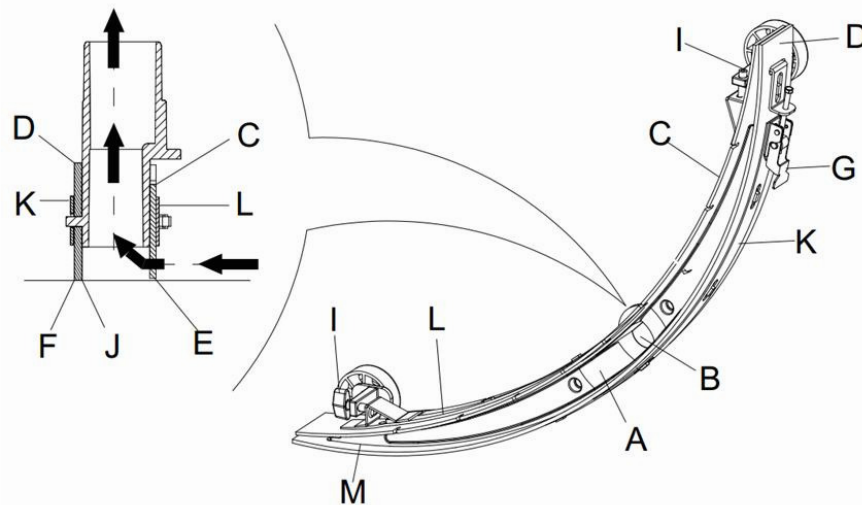
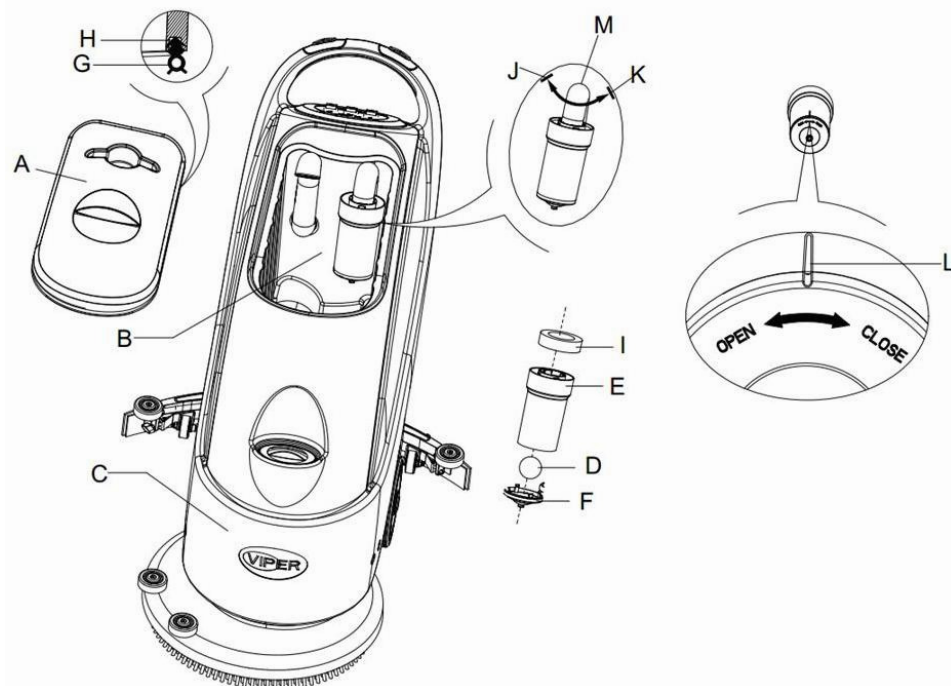

Figura 15
Figura 16
2. Premere l'interruttore (41) in posizione "O" per spegnere l'apparecchio.
3. Svitare il pomo di fissaggio (16) del tergipavimento; staccare il connettore che collega il tubo di drenaggio del tergipavimento, e staccare il tergipavimento.
4. Usare la manopola di sollevamento del tergipavimento (14) per sollevare il telaio di supporto del tergipavimento.
5. Pulire il tergipavimento (**Figura 15**). Pulire in particolare la scanalatura (**A, Figura 15**) e rimuovere sporcizia e frammenti dal tubo di aspirazione. Verificare che la lama frontale del tergipavimento (**C**) e la lama posteriore del tergipavimento (**D**) siano intatte, e se ci sono bordi incrinati o fessure. Cambiarli se necessario (fare riferimento ai passi nella sezione successiva).
1. Seguire le modalità riportate nella sezione precedente per pulire il tergipavimento (**Figura 15**).
2. Verificare il bordo (**E, Figura 15**) della lama frontale del tergipavimento e il bordo (**F**) della lama posteriore del tergipavimento (**D**). Lungo l'intera lunghezza, dovrebbero essere allo stesso livello. Altrimenti, regolarne le altezze attraverso la seguente procedura.
3. Aprire il coperchio del serbatoio di raccolta (A, Figura 15), e togliere il galleggiante (36) dal serbatoio di raccolta.
4. Usare acqua pulita per sciacquare il coperchio del serbatoio di raccolta (A), il serbatoio (B e C), e il telaio di supporto del filtro (E). Per mezzo del tubo di drenaggio (16), far uscire l'acqua dal serbatoio di raccolta.
5. Se necessario, seguendo i simboli "Aperto" e "Chiuso" come indicato nella Figura 16, aprire il serbatoio sul fondo (F) del filtro e pulire il galleggiante (D), il telaio di supporto del filtro (E), e il filtro di spugna (I). Dopo la pulizia, fissare il galleggiante al telaio di supporto del filtro (E), e poi allineare la scanalatura (L) del coperchio del fondo (F) del filtro galleggiante con la scanalatura (L) del telaio di supporto del filtro (E). Avvitare strettamente il coperchio (F) del filtro del galleggiante, e fissare il filtro di spugna (I) al telaio di supporto del filtro (E), e quindi al tubo di aspirazione (M).
- Verificare l'efficacia della guarnizione di chiusura (G) del serbatoio di raccolta.
Se necessario, la guarnizione di chiusura del serbatoio di raccolta (G) può essere estratta dalla scanalatura (H) e sostituita. Nell'assemblare un nuovo serbatoio di raccolta, come mostrato nella **Figura 16** sotto, installare il connettore nella sezione mediana della parte posteriore.
- Verificare che la superficie di inserimento della guarnizione di chiusura (G) sia intatta e la sigillatura sia efficace.
- Chiudere il coperchio del serbatoio di raccolta (A).